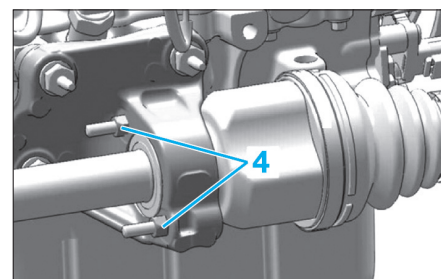

Fig. 3
- Déposer l'écrou (3).
- Sur les boîtes BE, desserrer les écrous (4) (Fig.3).